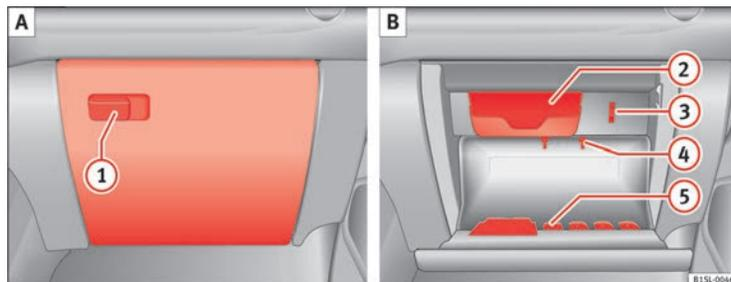

Fig. 73 Portaobjetos con tapa en el lado del acompañante.
Tire de la maneta para *abrir* ⇒ fig. 73 ①.